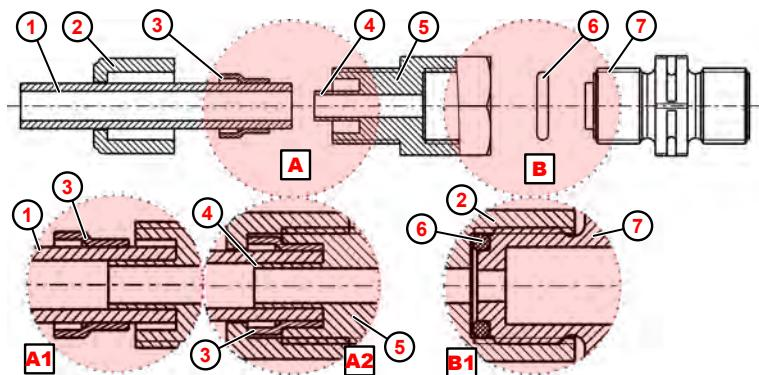

Fig. 7: Attacco tubo rigido e tubo flessibile con manicotto di sostegno integrato.
1. ➤ Inserire l'O-Ring (Fig. 7 , ⑥) nel dado della valvola di aspirazione/di mandata ⑦ .
2. ➤ Serrare la vite di accoppiamento ⑤ (dettaglio ⑩).
3. ➤ Tagliare il tubo flessibile ① diritto.
4. ➤ Fare scorrere il dado per raccordi ② nel tubo flessibile ① .
5. ➤ Fare scorrere l'anello di bloccaggio ③ nel tubo flessibile ① .
6. ➤ Fare scorrere il tubo flessibile ① fino a fine corsa sul manicotto di supporto ④ (dettaglio: ⑧).
7. ➤ Serrare la vite di accoppiamento ⑤ (dettaglio ⑨).